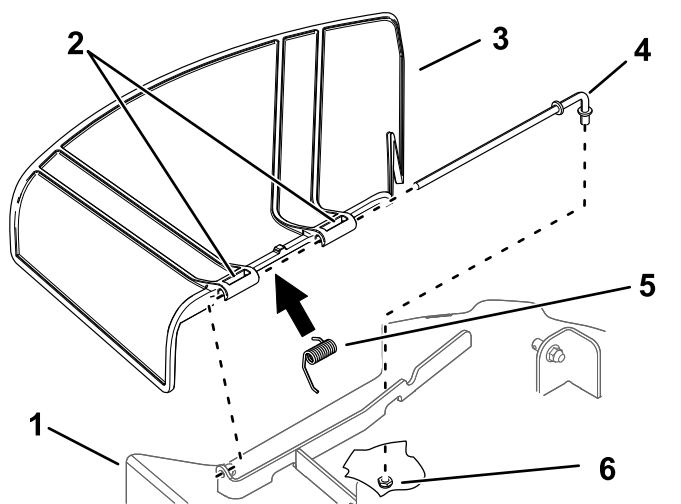

Figura 75
1. Remova a porca ($\frac{3}{8}$ pol.) da barra debaixo do cortador (Figura 75).
- Deslize a barra para fora do suporte da plataforma, da mola e do defletor de relva (Figura 75).
- Instale o novo defletor de relva (Figura 75).
- Deslize a barra através do segundo suporte do defletor de relva (Figura 75).
- Fixe a extremidade traseira da barra ao cortador com uma porca ($\frac{3}{8}$ pol.), como se mostra na Figura 75.